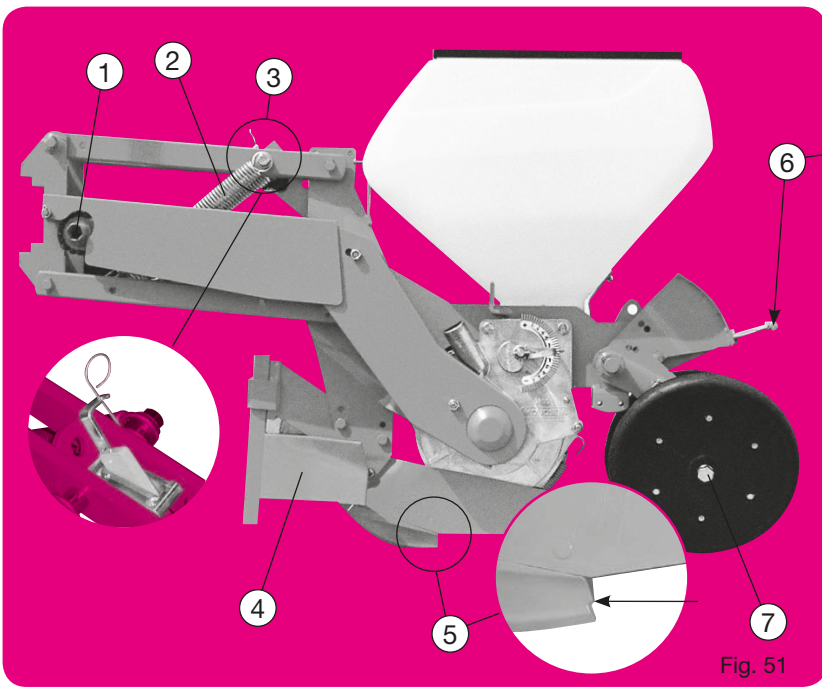

Fig. 51
Version de base (fig. 51) Élément monté sur parallélogramme, terrage par le bloc arrière – système à crans (fig. 51 - 52) - chasse-mottes avant avec coultre - soc standard maïs - roues arrière inclinées autonettoyantes - trémie 40 litres
- (1) Système de sécurité (fig. 51) : il provoque un crabotage sonore en cas de blocage de la distribution. Un arrêt est alors obligatoire (voir page 44). Graisser les dents du crabot à la mise en route pour faciliter les premiers déclenchements.
- (2) Ressorts de parallélogramme : ils accentuent le poids de l'élément. En cas de trop forte pénétration, les ressorts peuvent être supprimés (1 ou les 2).
- (4) Chasse-mottes : doit travailler superficiellement pour éviter les risques de bourrages au niveau du boîtier ou de la chaîne.
- (5) Lorsque l'usage du soc atteint le stade du décrochement, le semis devient irrégulier : la pointe doit alors impérativement être remplacée.
- (6) Réglage du terrage (fig. 51 - 52) une jauge graduée facilite l'uniformité du réglage.
- (7) Réglage de l'écartement des roues maïs (fig. 51) : 2 bagues sur moyeux que l'on place, soit côté intérieur, soit côté extérieur, permettent d'obtenir 2 écartements à la base. Utiliser les roues resserrées pour semis superficiels (1 à 3 cm).
- (9) Fig. 60 : Terrage sur roue avant, à partir de l'élément maïs (fig. 51), pour cette option, il est nécessaire de se procurer le kit (fig. 56) et la roue avant 300 x 100 (fig. 59). Commencer par déverrouiller le bloc tasseur arrière (12) du bras de réglage (13) (fig. 55), pour cela : enlever la broche (14) le bloc tasseur (12) arrière reste libre. Le secteur (15) reste fixé sur le corps (16) par la vis (17) en P2 (fig. 60). Monter le kit terrage par balancier (fig. 56) suivant schéma (fig. 60). La profondeur de mise en terre est obtenue en modifiant la position de la roue avant en actionnant le levier (13) (réglage par crans).
- (10) Fig. 60 : Terrage par balancier, à partir de l'élément maïs (fig. 51), pour cette option, il est nécessaire de se procurer le kit (fig. 56), la roue 300 x 100 (fig. 59) ou l'ensemble double-disques à roues 285 x 65 (fig. 61). Commencer par déverrouiller le bloc tasseur arrière (12) du bras de réglage (13) (fig. 55), enlever la broche (14), le bloc tasseur arrière (12) doit être solidaire du secteur (15) par la vis (18) en P3 (fig. 60). Monter la roue avant 300 x 100 (19) avec ses bras (20) et son chasse-mottes (21).
Basic version (fig. 51 - 52) element mounted on a parallelogram, depth control via the rear unit, notch system (fig. 51 - 52) - Front clod remover with coultre - standard corn share - self-cleaning inclined rear wheels - 40 litre grain tank.
- (1) Safety system (fig. 51) : this causes the clutch to sound in case of a blockage in the metering system. When this clutch sound is heard, stop the machine immediately (see page 44). The teeth of the clutch should be lubricated when restarting in order to make the first declutching easier.
- (2) Parallelogram springs : these increase the element's weight. If the penetration is too great, the springs may be removed (one or both).
- (4) Clod remover : should work on the ground surface to avoid plugging at the metering box or chain.
- (5) When the shoe reaches this point of wear, sowing becomes irregular : the tip must then be replaced.
- (6) Adjustment of the depth (fig. 51 - 52) : a gradual scale makes it easier to set the unit at a uniform depth.
- (7) Adjustment of the spacing of corn press wheels (fig. 51) : placing the 2 bushings on the inside or the outside of the wheel hub allows for 2 basics widths. Use the narrow setting for shallow seeding (1-3 cm) (3/8 - 1 1/2").
- (9) Fig. 60 : Depth control on front wheel, via the corn element fig. 51. For this option you will need the kit (fig. 56) and the 300 x 100 front wheel. Start by detaching the rear seed firming unit (12) from the adjusting arm (13) (fig. 55). Remove the pin and the rear seed firming unit (12) will remain free. The sector (15) will remain secured to the body (16) via the P2 screw (17) (fig. 60). Assemble the swinging arm depth control kit (fig. 56) in accordance with the diagram (fig. 60). The planting depth is adjusted by changing the position of the front wheel using the lever (13) (adjusting through notches).
- (10) Fig. 60 : Depth control via swinging arm, using the corn element (fig. 51). For this option you will need the kit (fig. 56), the 300 x 100 front wheel (fig. 59) or the 285 x 65 double wheel assembly (fig. 61). Start by detaching the rear seed firming unit (12) from the adjusting arm (13) (fig. 55). Remove the pin and the rear seed firming unit (12) should remain attached to the sector (15) via the P3 screw (18) (fig. 60). Assemble the 300 x 100 front wheel (19) with its arms (20) and its clod remover (21).
Grundausführung (Abb. 51) : Vorrichtung auf Parallelogramm, Tiefenregulierung über Heckblock, Rastersystem. (Abb. 51 - 52).
- (1) Überlastsicherung (Abb. 51) : Wenn die Säscheibe blockiert ist (durch Einwirkung von Fremdkörpern) spricht die Überlastsicherung an durch ein knarrendes Geräusch. Halten Sie sofort die Maschine an, um die Ursache festzustellen (siehe Seite 44). Bei der Inbetriebsetzung sind die Zähne der Kupplung zu schmieren, um das Auslösen der Kupplung zu erleichtern.
- (2) Federn am Parallelogramm : zur Gewichtserhöhung. Bei zu tiefem Einsinken kann man die Federn entfernen (eine, oder beide).
- (7) Weiteinstellung der Mais-Andruckrollen (Abb. 51) : Beim Einsetzen der Distanzhülsen auf der einen oder anderen Seite der Achse, können zwei verschiedene Weiten der Andruckrollen erzielt werden. Bei oberflächlicher Aussaat (1 bis 3 cm) sind die eng liegenden Andruckrollen zu verwenden.
- (9) Abb. 60; Tiefenregulierung über Vorderrad bei Maisvorrichtung Abb. 51, hier ist das Zusatzkit (Abb. 56) und das Vorderrad 300 x 100 (Abb. 59) erforderlich. Zuerst Heckandruckrollenblock (12) am Verstellhebel (13) (Abb. 55) lösen. Klammer (14) entfernen. Heckandruckrollenblock (12) bleibt frei. Sektor (15) ist mit einer Schraube (17) an (16) in P2 befestigt (Abb. 60). Das Schwenkvorrichtungskit zur Tiefenregulierung (Abb. 56) nach Vorlage (Abb. 60) montieren. Einstellung der Arbeitstiefe am Hebel (13) des Vorderrades (Rastersystem).
- (10) Abb. 60; Tiefenregulierung mit Schwenkvorrichtung, mit Maisvorrichtung (Abb. 51) Für diese Option ist das Kit (Abb. 56), das Rad 300 x 100 (Abb. 59), oder die Vorrichtung Radscheiben 285 x 65 (Abb. 61) erforderlich. Zuerst den Arbeitstiefeneinsteller (12) am Heck vom Verstellhebel (13) (Abb. 55) lösen, die Klammer (14) entfernen, Heckblock (12) mit dem Sektor (15) über eine Schraube (18) an (16) in P3 (Abb. 60) festgeschraubt. Vorderrad 300 x 100 (19) mit den Auslegern (20) und dem Klutenräumer anbringen.
Basisuitvoering (fig. 51) (Onderdeel germontereerd op parallelogram, zaaidiepte d.m.v. de achterblok, systeem met inkepingen. (Fig 51- 52).